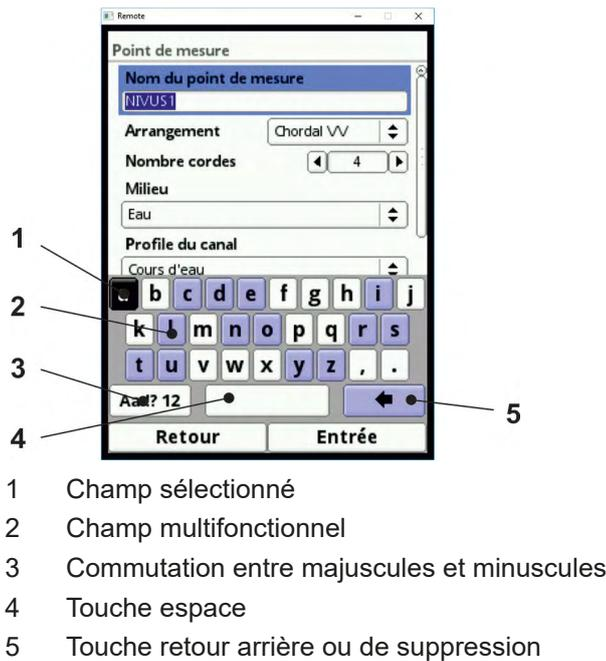

Fig. 16-4 Clavier
2. Tournez la molette pour vous déplacer à travers le clavier. Les lettres affichées en bleu (Fig. 16-4 n° 2) ont une double affectation. Maintenez la molette pendant env. une seconde, l'affectation commute.
Une touche shift (Fig. 16-4 n° 3) se situe en bas à gauche sur le clavier.